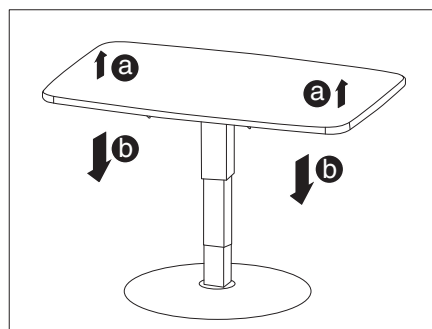

Bild 53 Lyftbord
- Lyft upp bordsskivan en aning (Bild 53,a) och tryck sedan neråt (Bild 53,b) till önskad höjd.